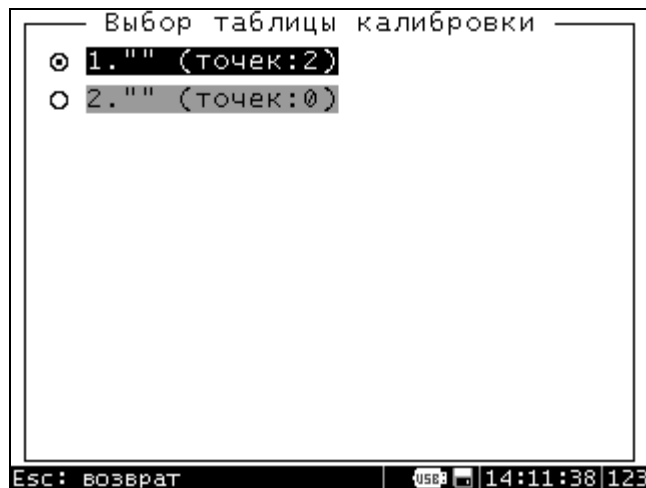

Рис. 8. Выбор таблицы калибровки.
- "Таблица". Вход в этот пункт открывает список созданных таблиц калибровки (рис.8). Здесь необходимо выбрать одну из созданных таблиц. Незаполненные таблицы выделены серым.
- "Калибровка". Вход в этот пункт позволяет создать новую таблицу калибровки параметра или изменить ранее созданную (рис. 9). Вход в этот пункт открывает список таблиц калибровки (аналогично рис.8). Таблица состоит из набора точек, каждая точка представляет собой пару полей: